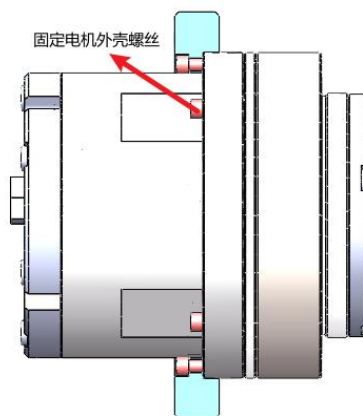

图 18-6 未将输出法兰受力传递到交叉滚子轴承上错误安装方式
5、由于安装方式不对，影响模组受力情况，如图 18-6：由于关节模组装有精密交叉滚子轴承用于直接支撑外部负载，如图错误安装方式没有将输出法兰受力传递到交叉滚子轴承上，而是传递到固定电机外壳的螺栓上。